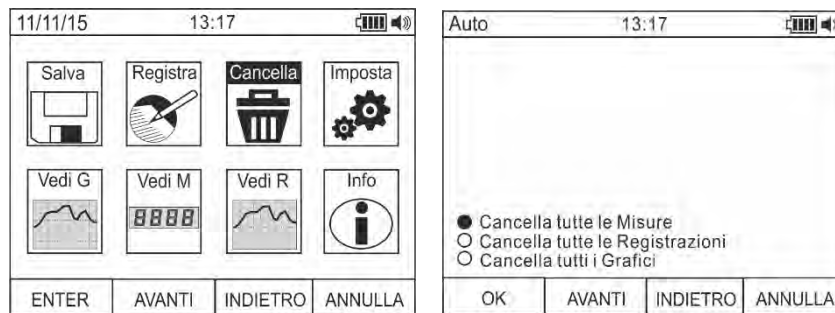

Abb. 12: Löschung des internen Speichers
14. Benutzen Sie die **F2** oder **F3** Tasten zur Auswahl des Symbols “Löschen” und drücken Sie die **F1** Taste (siehe Fig. 12 – linker Teil).